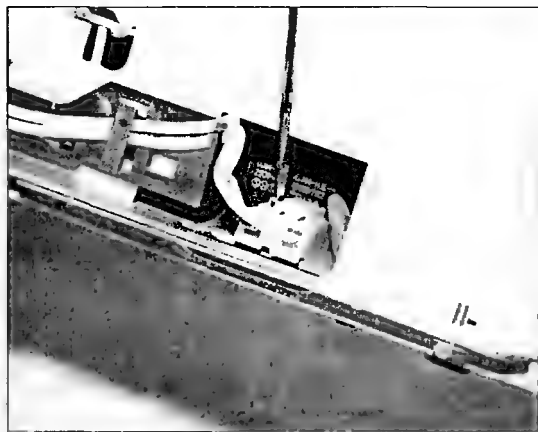

Рис. 5.20
15. Снимают контакт соединителя питания узла печки (рис. 5.20) от платы расширенного управления питанием (DC CONTROLLER). Освобождают весь кабель по всей длине вплоть до печки, запоминая его расположение.